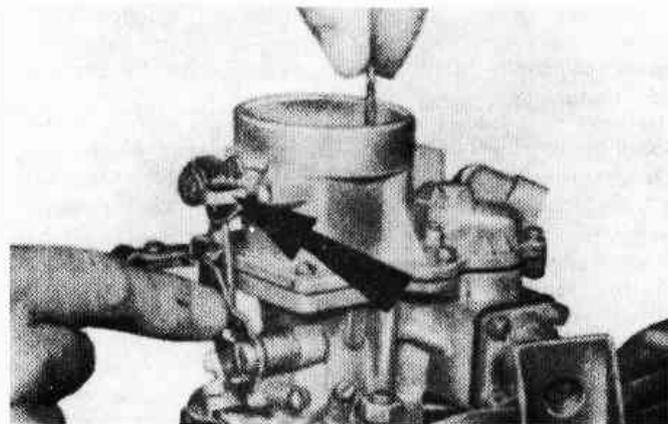

Рис.3.14. Регулировочный язычок хода воздушной заслонки (Разд.19)
5. Эта величина является приоткрытием воздушной заслонки. Отрегулируйте до требуемой величины подгибом язычка (Рис.3.14).